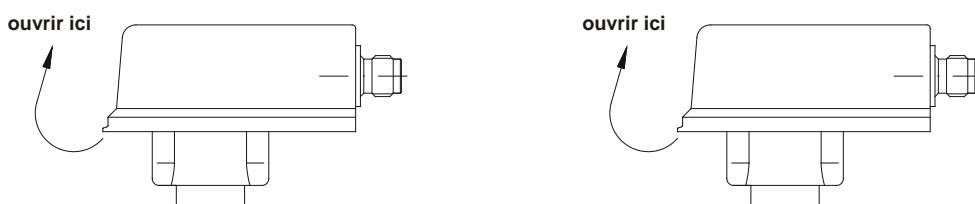

Fig.14
- ☞ Pour régler l'unité de commutation, ouvrir le couvercle de la tête de commutation (→ Fig. 14) (pas avec VK60...)